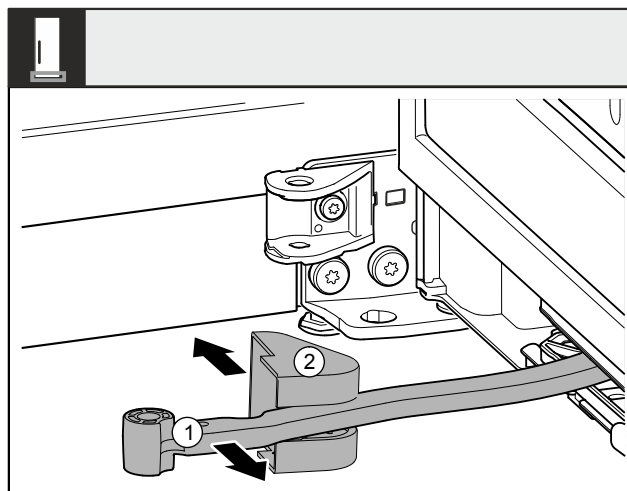

Fig. 11
- Zavrtite zgibni del Fig. 11 (1) v smeri vrat.
- Odstranite pokrov ležajnega podstavka Fig. 11 (2).